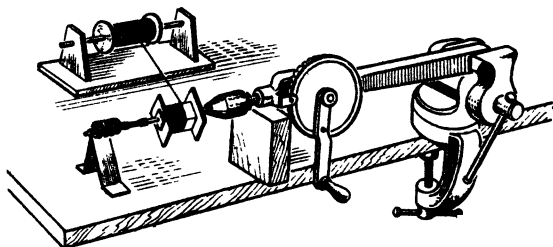

Рис. 130. Приспособление на ручной дрели
*Приспособление для намотки катушек на базе ручной дрели.* Для намотки высокочастотных катушек, дросселей, малогабаритных трансформаторов проводом диаметром от 0,1 до 0,5 мм в любительских условиях можно приспособить обычную ручную дрель, зажатую в тиски (рис. 130).